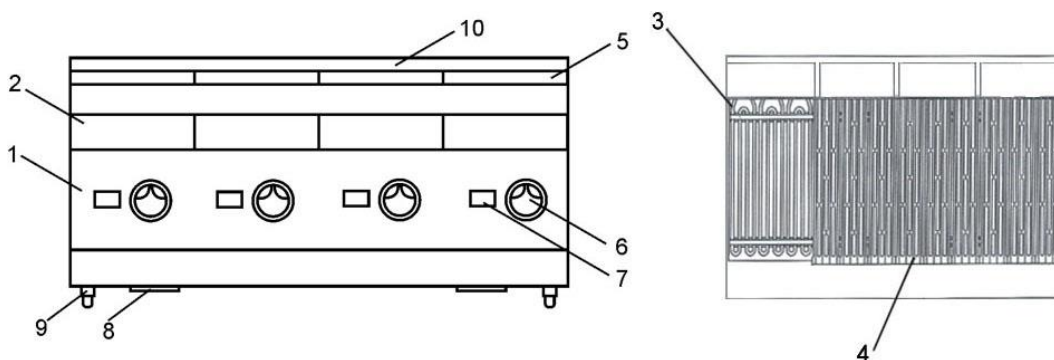

Рис. 1 Общее устройство электрического лавового гриля
Лавовый гриль ETK-BST – это электрический прибор с рабочей поверхностью, разделенной на несколько независимых зон нагрева (от 1 до 7). Каждая из зон представляет собой 3 отдельные чугунные решетки 4 (см. рис. 1), расположенные над 3 нагревательными элементами (ТЭНами) 3. Под нагревательными элементами размещаются решетчатые корзины с лавовыми камнями (по 1 на каждую рабочую зону). Камни обеспечивают равномерность распределения тепла ТЭНов и частичное поглощение жира, выделяющегося при жарке. Под каждой корзиной располагается поддон для сбора жира 2.
Устройство состоит из (см. рис.1):
- Плавно поверните регулятор мощности гриля 6 (рис.1) соответствующей зоны нагрева **по часовой стрелке** и установите необходимую для работы мощность – температуру жарочной поверхности (см. табл.3).